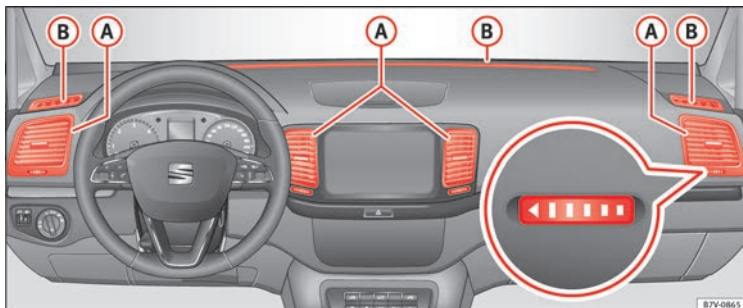

Fig. 196 Luftdyser i instrumentpanelet
For at opnå en tilstrækkelig opvarmning, køling og lufttilførsel i kabinen bør du aldrig lukke luftdyserne helt » Fig. 196 (A).